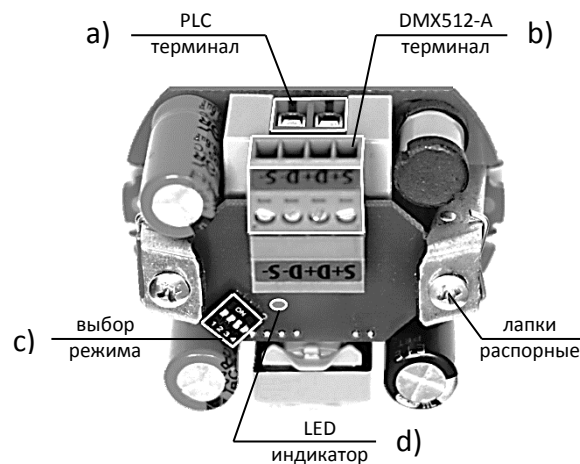

Рис. 1 Общий вид светорегулятора PLDrive DMX.
Настройки изменяются с помощью встроенного 4-х разрядного DIP микропереключателя, местоположение которого (C) см. на Рис.1.
Исходная конфигурация – default, далее выполните (см Рис. 1 и 2):